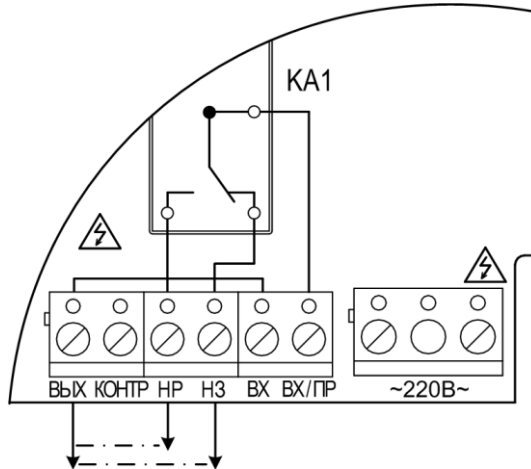

Рис.21 Схема внутреннего соединения входа ВХ, выхода ИЛ и исполнительного реле
**Вход «ВХ», «ВХ/ПР»** предназначен для подключения напряжения коммутируемой нагрузки. Клемма «ВХ» подключена к клемме «ВЫХ» выхода коммутируемой нагрузки, клемма «ВХ/ПР» подключена к переключающему контакту (ПР) исполнительного реле К1 – см. рис.21.